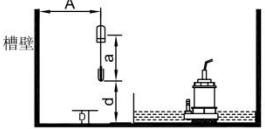

图1
- 浮球动作长度a必须小于槽壁与电缆距离A，浮球控制最低水位d必须大于水位D。 (见图1)